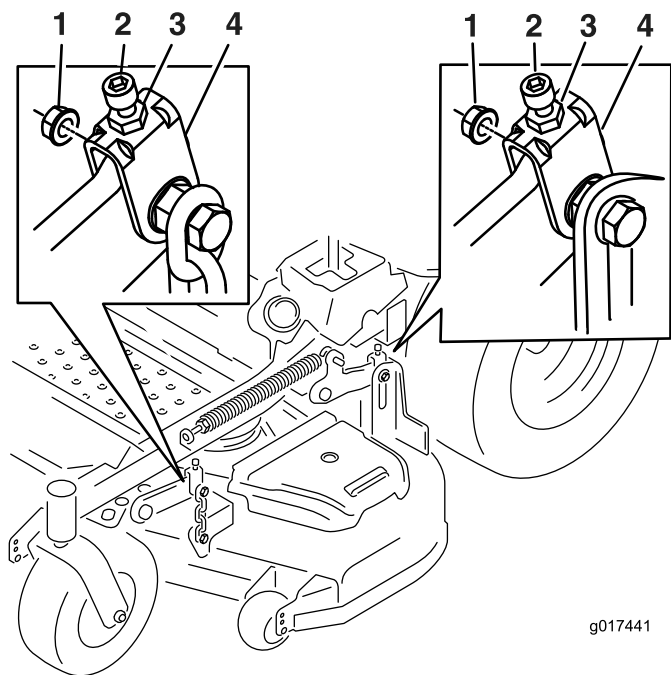

Figure 73
précisément la vis de réglage en la tournant jusqu'à obtention de 7,6 mm (3 po) de hauteur (voir Figure 73).
16. Ajustez précisément la vis de réglage en la tournant jusqu'à obtention de 8,3 mm (3-1/4 po) de hauteur (Figure 73).